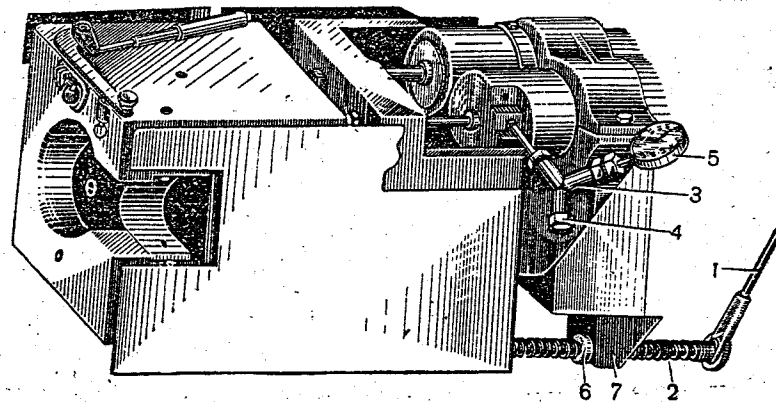

Рис. 58. Определение количества жидкости в накатнике:
### Определение количества жидкости в накатнике (рис. 58)
4. Ввинтить в отросток тройника манометр 5 (рис. 58), после